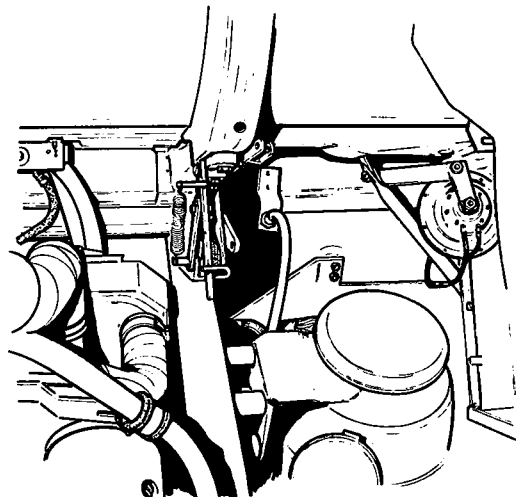

Fig. 8
30. Verwijder de kop-pen, welke de torsietaaf-arm met de trekstang verbindt en draai de trekstang tegen de vloer van de cabine (fig 8). Verwijder de twee bokken onder de cabine.